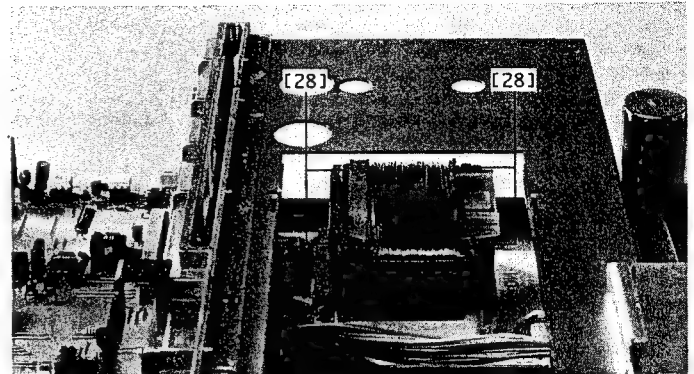
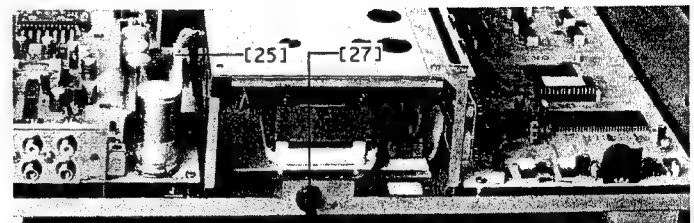
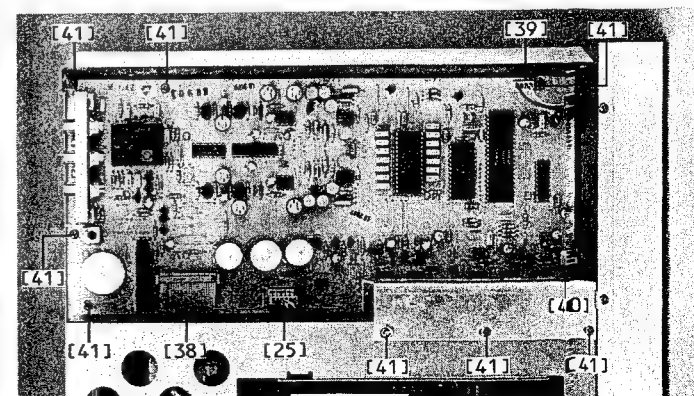
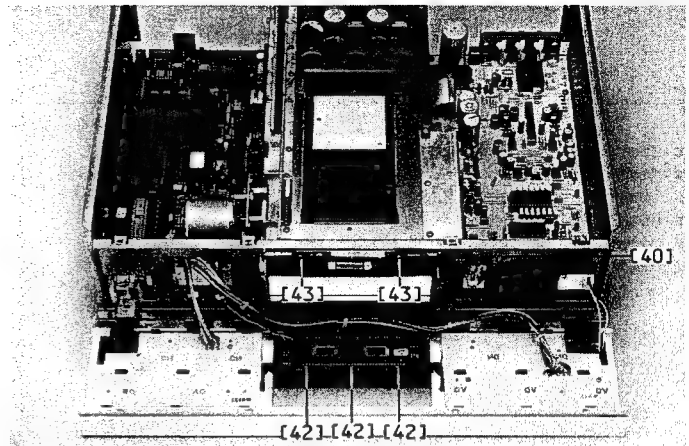

Fig. 2.9
Fig. 2.10
Fig. 2.12
Fig. 2.13
→ Fig. 2.9 / Fig. 2.10
→ Fig. 2.10 / Fig. 2.12
-> Fig. 2.13
-> Fig. 2.12 / Fig. 2.13